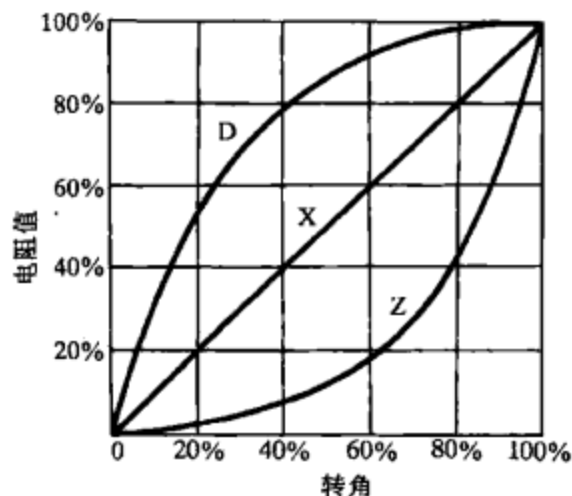

图 1-34
阻值变化特性是指电位器的阻值随动臂的旋转角度或滑动行程而变化的关系。常用的有直线式 (X)、指数式 (Z) 和对数式 (D)，如图 1-34 所示。直线式适用于大多数场合，指数式适用于音量控制电路，对数式适用于音调控制电路。